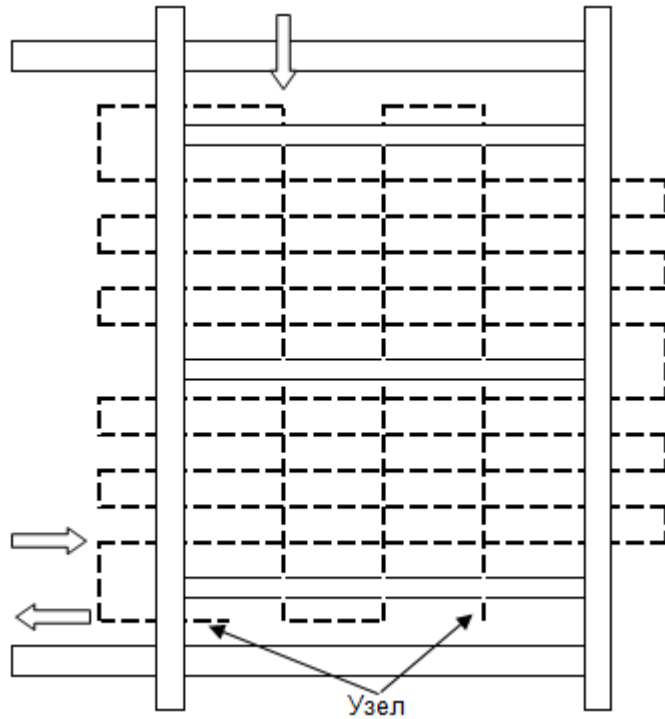

Рис.8
ВНИМАНИЕ. Предварительно прочистить отверстия, через которые протягивается шнур. Конец шнура необходимо оплавить огнем и **сформировать острие**. Сделать узел, оставив конец не менее 5 см. Пропустить шнур в отверстие внизу стойки (2). Протянуть шнур в горизонтальных направлениях, как на рис.8. Затем протянуть шнур, вертикально фиксируя узлами в местах пересечения шнуров. На конце сделать узел и обрезать лишний шнур оставив не менее 5 см. Конец оплавить огнем.